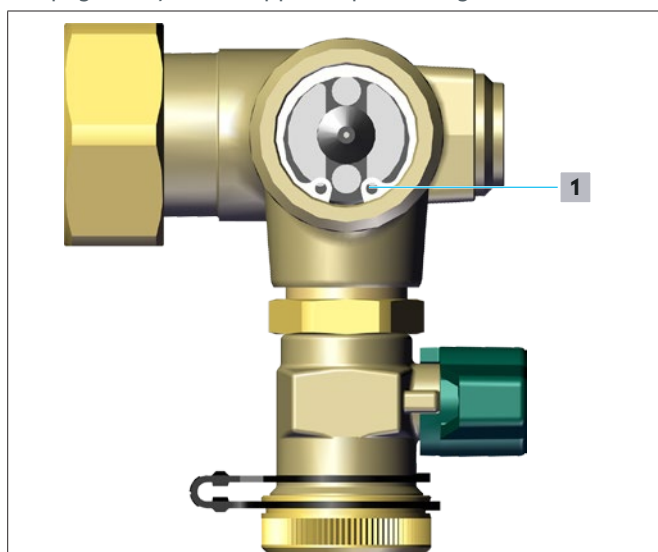

Fig. 33 - Anello di sicurezza
- 1** Allentare l'anello di sicurezza (vedere **1** in Fig. 33 a pagina 50) con un'apposita pinza adeguata.
- 2 Inserire l'anello di sicurezza (vedere 1 in Fig. 33 a pagina 50).